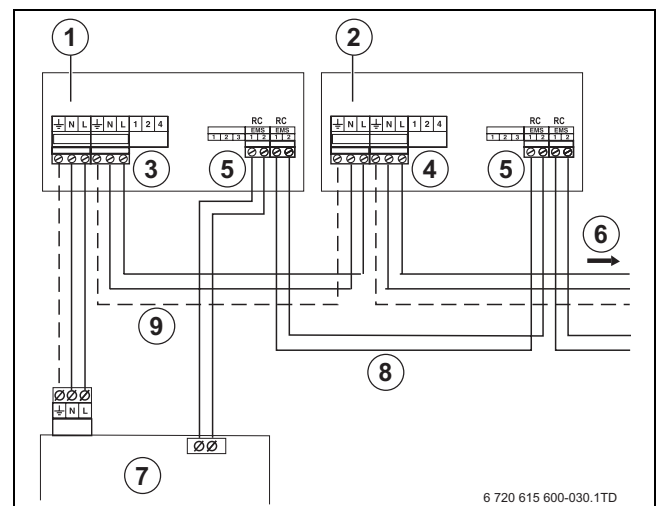

Fig. 37 Racordați mai multe module
- ▶ Racordați cablul de rețea 230 VAC [3-4] al primului modul funcțional [1] la următorul modul [2] (→ fig. 37).